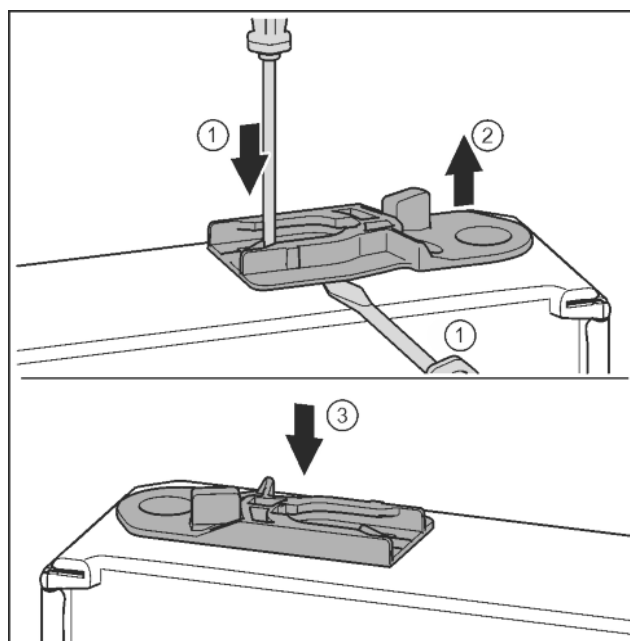

Fig. 37
- ▶ Scoateți bucușă de ghidaj: Apăsați eclisa cu șurubelnița plată și, concomitent, duceți-o cu șurubelnița plată sub bucușă de ghidaj. *Fig. 37 (1, 2)*
- ▶ Împingeți bucușă de ghidaj atașată în pachetul de livrare pe altă parte a carcusei. *Fig. 37 (3)*